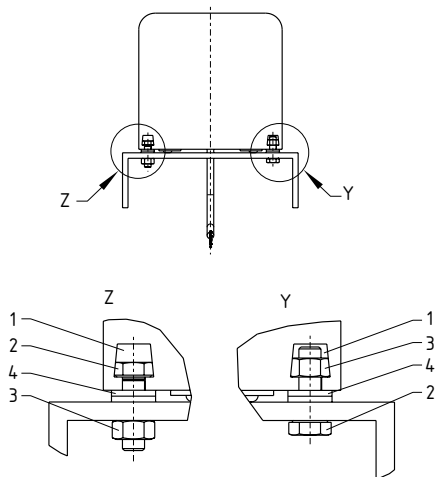

Fig. 4
Per il fissaggio del paraurti sono previsti 2 listelli forati (1) lungo l'intera lunghezza del paraurti. Il fissaggio avviene per mezzo di un bullone esagonale M6, ad es. ISO 4018 (2) e/o un dado esagonale M6, ad es. ISO 4032 (3) e 2 rondelle 6,4, ad es. ISO 7090 (4) inserite in entrambi i listelli forati, vedi Fig. 4. In ogni barra scanalata deve essere previsto un bullone di fissaggio almeno ogni 250 mm. La distanza all'inizio e alla fine non deve superare i 50 mm. La superficie di montaggio deve essere assolutamente piana e pulita. La posizione di montaggio è selezionabile a piacere, tuttavia i paraurti non devono essere utilizzati in aree esposte direttamente a trucioli incandescenti e parti pesanti o con spigoli taglienti.